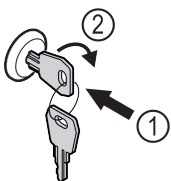

Fig. 172
- ▶ Uvucite ključ Fig. 172 (1).
- ▶ Okrenite ključ za 90° nadesno Fig. 172 (2).